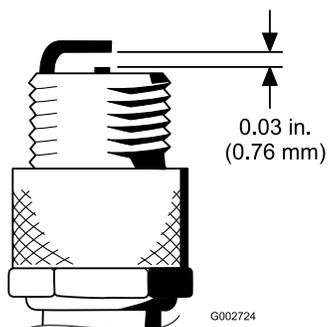

Figure 28
- Régalez l'écartement entre les électrodes centrale et latérale à 0,76 mm ; voir Figure 28. Montez la bougie avec l'écartement correct et un joint d'étanchéité, et serrez-la à 23 N·m. À défaut de clé dynamométrique, serrez fermement la bougie.